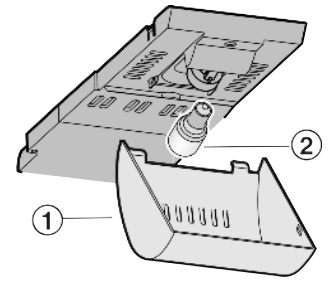

Fig. 12
- ▶ Chwycić pokrywę *Fig. 12 (1)* z przodu i wyczerpieć z tyłu.
- ▶ Wymienić żarówkę *Fig. 12 (2)*.
- ▶ Ponownie założyć pokrywę *Fig. 12 (1)*.